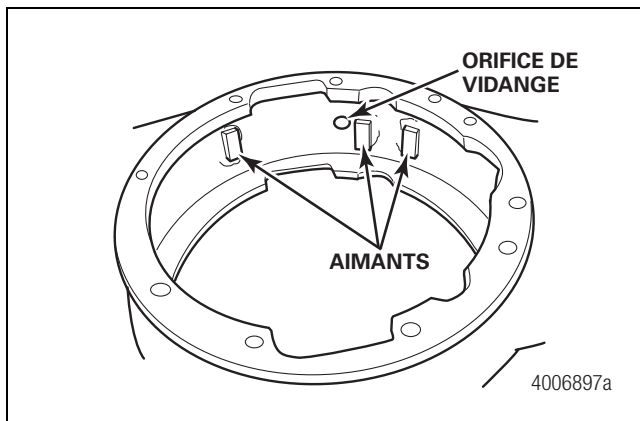

Figure 5.1
4. Localiser les aimants sur une surface plane au fond du carter de pont. Figure 5.1. Placer trois aimants de part et d'autre du bouchon de vidange, tel qu'indiqué ci-après.